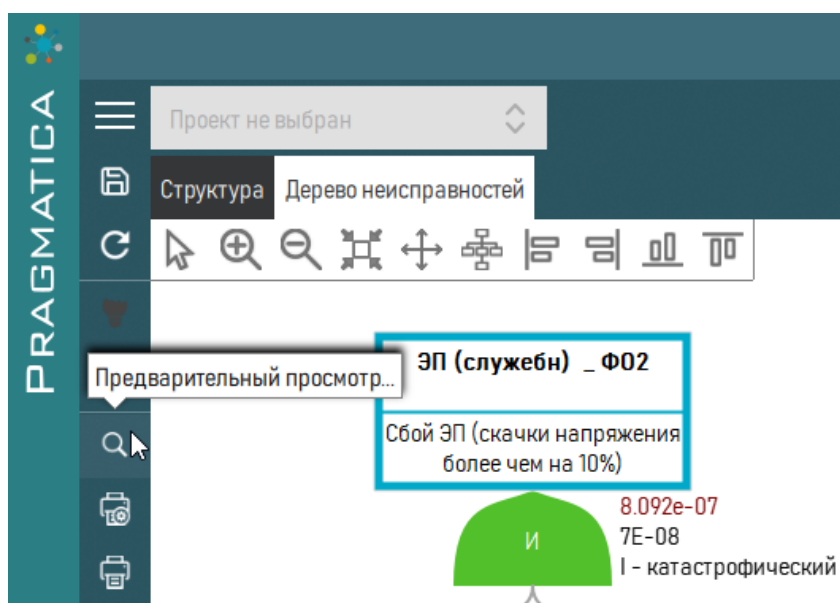

Рисунок 289 – Предварительный просмотр
2) Нажать кнопку «Предварительный просмотр...», расположенную слева на панели (рисунок 289).